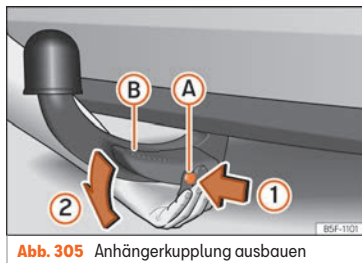

Abb. 305 Anhängerkupplung ausbauen
- Drücken Sie den Entriegelungsbolzen (A) in Pfeilrichtung (1) und gleichzeitig den Hebel (B) in Pfeilrichtung (2) bis zum Anschlag »» Abb. 305.